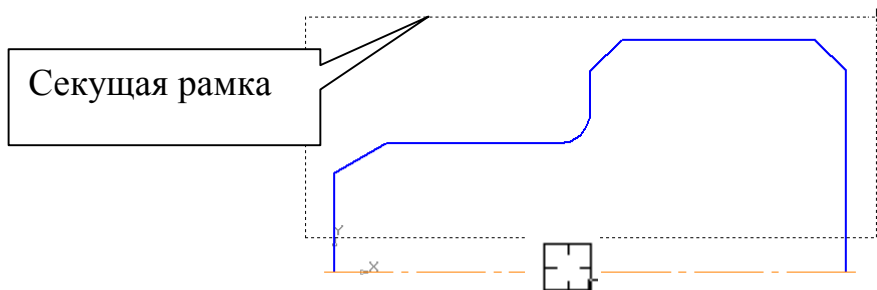
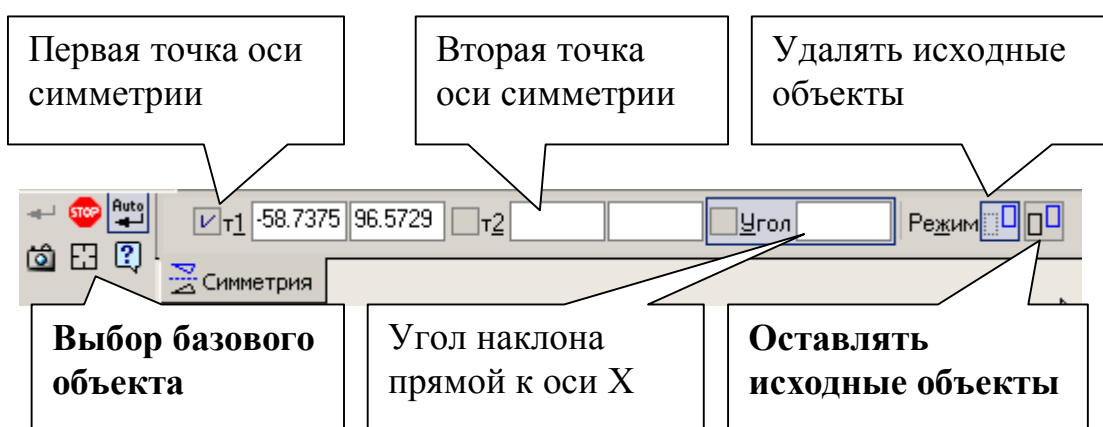
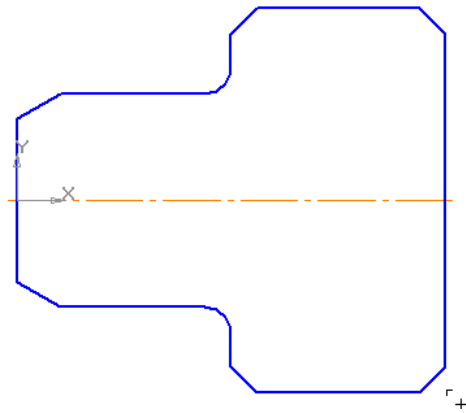

Рис. 69
Рис. 70
Рис. 71
- очерк нижней части детали, используя команду *Симметрия*, рис. 71;
- Команда **Симметрия** становится активной после выделения необходимых объектов, поэтому нажмите **Выделить – Секущей рамкой** , рис. 12. Расположите рамку выше осевой линии, рис. 69. В этом случае не произойдет выделение осевой линии.
Нажмите кнопку **Симметрия**  на панели **Редактирование** . Строка параметров (вместе с панелью специального управления) примет вид, показанный на рис. 70.
Кнопка **Оставлять исходные объекты** активна. На панели специального управления нажмите кнопку **Выбор базового объекта**, рис. 70, курсором укажите осевую линию, рис. 69, и получите изображение, показанное на рис. 71.
В строке параметров включите режим **Удалять исходные объекты** , рис. 70, на панели специального управления нажмите **Выбор базового объекта** и укажите курсором построенную вспомогательную прямую.